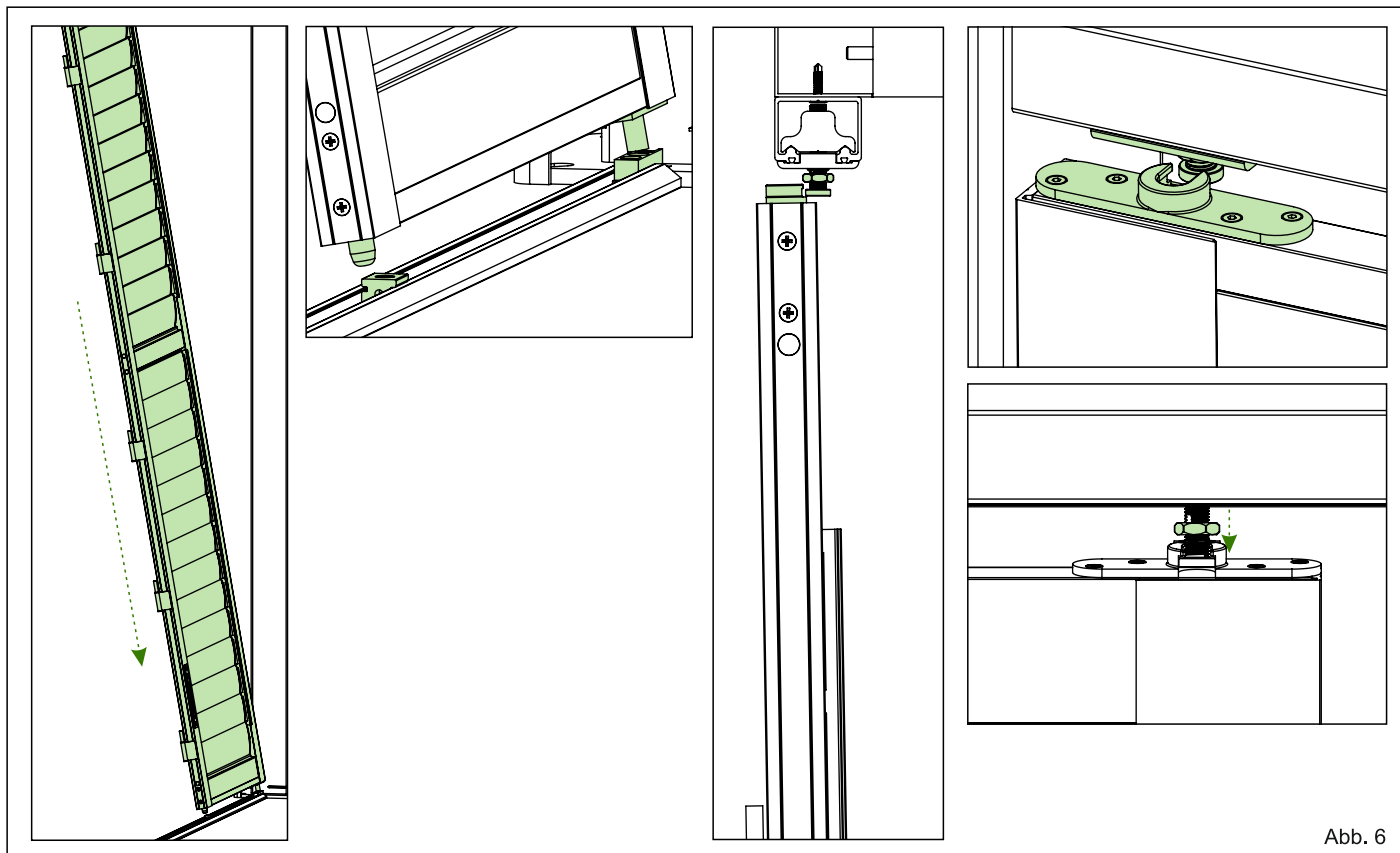

Abb. 6
4. Setzen Sie nun die Lamellentür als erstes in die untere Schiene mit der Lamellensteuerung nach Innen zeigend ein. Heben Sie als nächstes die Tür in der oberen Schiene soweit hoch bis die beiden Öffnungen parallel zu den Schrauben des Laufwagens stehen. Hacken Sie die Öffnung zwischen Mutter und unteres Ende der Schraube ein und positionieren Sie die Tür senkrecht. Die Höhe der oberen Öffnung lässt sich durch das drehen der Schraube einstellen. Siehe Abb. 6.